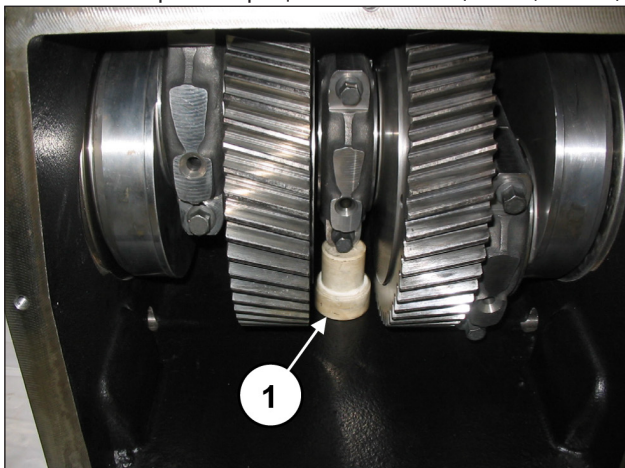

Рис. 13
Вставьте подставку под стержень центрального шатуна, чтобы заблокировать вращение коленвала (поз. ①, Рис. 13).